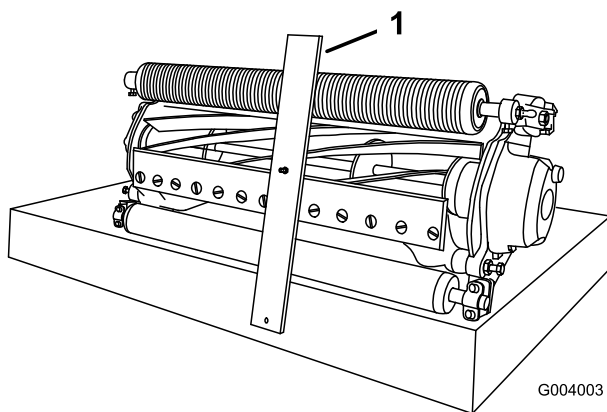

Figure 16
3. Accrochez la tête du boulon sur le bord tranchant de la contre-lame et appuyez l'arrière du gabarit contre l'arrière du rouleau (Figure 16).